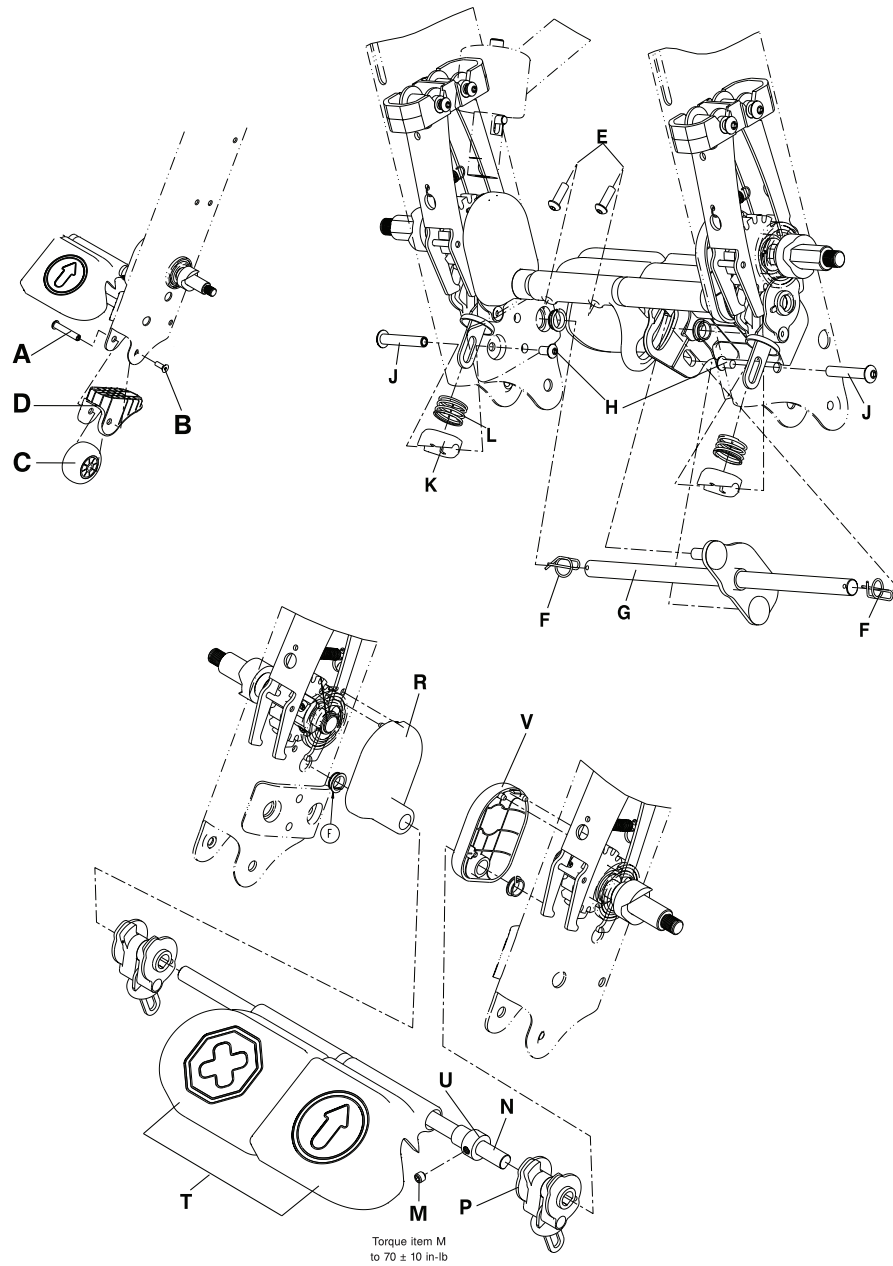

Figura 6-29: Sostituzione del pedale
3. Con le chiavi a brugola da 5/32" e 3/16" rimuovere il dado distanziatore (A) e la vite con testa flangiata (B) che fissano la rotella antiribaltamento (C) e la relativa copertura (D) al telaio della sedia (Figura 6-29 a pagina 6-47). Mettere da parte tutti i componenti.
5. Con la chiave a brugola da 5/32" rimuovere le due viti con testa a bottone (E) ubicate nella parte inferiore del pedale di marcia. Mettere le viti da parte (Figura 6-29 a pagina 6-47).
6. Con le pinze ad ago rimuovere le coppie ad anello (F) da entrambe le estremità dell'asta di collegamento girevole (G). Mettere da parte le coppie ad anello (Figura 6-29 a pagina 6-47). Al momento di rimontare le viti, serrarle a  $70 \pm 10$  in-lb ( $8 \pm 1,1$  Nm) con la chiave dinamometrica da 3/8".
7. Rimuovere l'asta di collegamento girevole (G) (Figura 6-29 a pagina 6-47).
8. Con le chiavi a brugola da 5/32" e 3/16" allentare la vite con testa a bottone (H) che fissa il coprimolla della camma del freno (K) al telaio della sedia (Figura 6-29 a pagina 6-47).
**Nota:** non rimuovere il dado distanziatore (J) dalle ganasce del freno.
9. Spingere con la mano contro il coprimolla della camma del freno (K) (Figura 6-29 a pagina 6-47) per eliminare la pressione dal dado distanziatore (J) delle ganasce del freno. Rimuovere dado distanziatore e vite dalle ganasce del freno e metterli da parte.
10. Con cautela togliere il coprimolla (K) e la molla (L) della camma del freno (Figura 6-29 a pagina 6-47). Mettere da parte molla e coprimolla.
12. Con la chiave a brugola da 5/32" rimuovere la vite di arresto dal collare (M) (Figura 6-29 a pagina 6-47). Mettere la vite di arresto da parte. Al momento di rimontare la vite di arresto, serrarla a  $70 \pm 10$  in-lb ( $8 \pm 1,1$  Nm) con una chiave dinamometrica da 3/8".
13. Spingere la barra trasversale del freno (N) verso il lato sinistro fino a quando non è più in contatto con il gruppo camma del freno di destra (P) (Figura 6-29 a pagina 6-47). Rimuovere il gruppo camma del freno di destra (P) (Figura 6-29 a pagina 6-47). Mettere il gruppo da parte.
14. Spingere la barra trasversale del freno (N) verso destra e rimuoverla dalla sedia (Figura 6-29 a pagina 6-47). Mettere la barra da parte.
- a. Al momento di rimuovere la barra trasversale del freno (N) rimuovere anche con cautela le parti seguenti nell'ordine indicato (Figura 6-29 a pagina 6-47):
- i. Calotta dell'asse del freno sinistro (R)
- ii. Gruppo pedali del freno (T)
- iii. Collare (U)
- iv. Calotta dell'asse del freno destro (V)
**Nota:** osservare l'orientamento del gruppo camma del freno (P) e assicurarsi che l'aletta sia orientata verso la parte anteriore della sedia (Figura 6-29 a pagina 6-47).
**Nota:** durante il rimontaggio del gruppo camma del freno (P) (Figura 6-29 a pagina 6-47) assicurarsi che l'aletta sia orientata verso la parte anteriore della sedia.